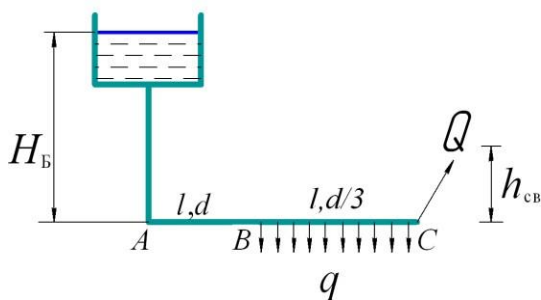

Рисунок 4.21
**Задача 40** (рис.4.21). Вода подается по горизонтальному трубопроводу, состоящему из двух последовательных участков  $AB$  и  $BC$  с соответствующими диаметрами  $d$  и  $d/3$ . Сосредоточенный отбор воды в узловой точке  $C$  равен  $Q$ ; свободный напор в конце трубопровода  $h_{CB}$ . Определить суммарные потери напора на трение в трубопроводе и пьезометрический напор в точке  $A$ . Исходные данные к задаче приведены в табл. 40